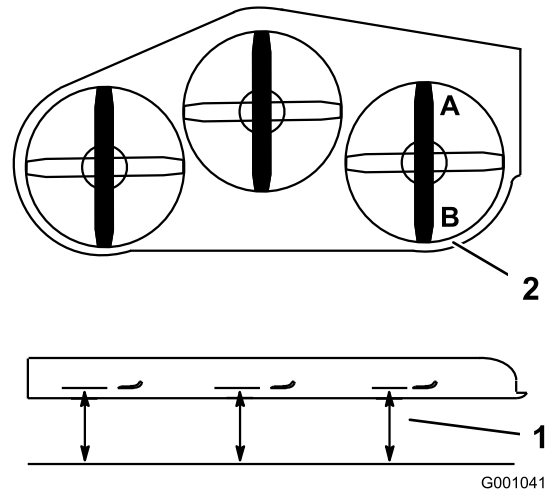

Figure 73
- Tournez une lame dans le sens longitudinal. Mesurez la distance aux points **A** et **B** entre une surface plane et le bord coupant des pointes des lames (Figure 73).